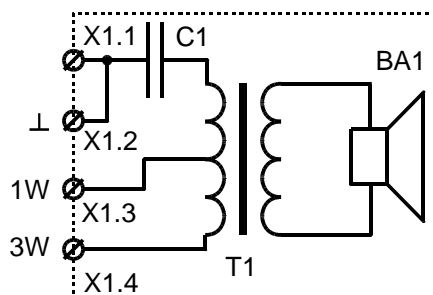

Рис.1
4.2 Перед установкой необходимо проверить внешний вид оповещателя на отсутствие повреждений. Подключить оповещатель к усилителю низкой частоты согласно одной из схем подключения (рис.2, рис.3), причем включение оповещателей к выходу УНЧ напряжением 100В с возможностью контроля линии оповещения и защиты от снятия акустических систем выполнить согласно рис.2, при этом для получения звуковой мощности 1 Вт подключение осуществляется к клеммам 1,2-4 (см. рис.1), а для получения звуковой мощности 3Вт подключить к клеммам 1,2-3 (см. рис.1). Включение оповещателей к выходу УНЧ напряжением 100В с возможностью контроля линии оповещения выполнить согласно рис.3, при этом для получения
звуковой мощности 1 Вт подключение осуществляется к клеммам 2-4 (см. рис.1), а для получения звуковой мощности 3Вт подключить к клеммам 2-3 (см.рис.1)